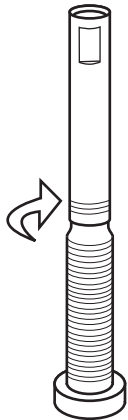

Abb. 49. Einschraubbare Ventilverlängerung in den Ventilschaft einschrauben.
3. Die einschraubbare Ventilverlängerung im Uhrzeigersinn in den Ventilschaft einschrauben (Abb. 49).